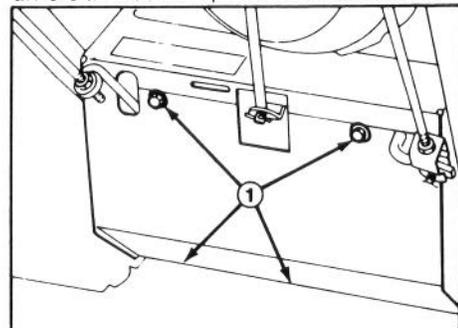

Figure 17
2. Faites basculer la déneigeuse sur son logement de tარიère et bloquez-la pour qu'elle ne puisse pas tomber. Enlevez ensuite les quatre vis taraudeuses qui maintiennent en place la plaque de protection arrière et enlevez cette plaque de la machine (Fig. 17).